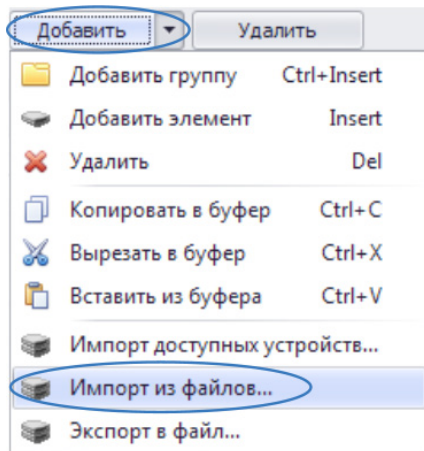

Рис.37. Импорт из файлов.
- в контекстном меню кнопки «Добавить» выбрать команду «Импорт из файлов..», затем выбрать файл для импорта (Рис.37).